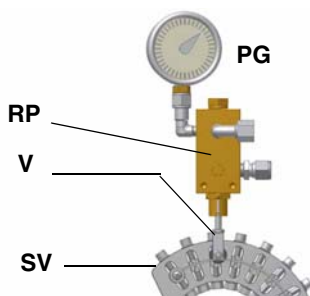

Рис. 16
Расход дизельного топлива регулируется, благодаря выбору форсунки (противопоточного типа) соответствующей типу котла/ применения размера, а также регулировке давления на прямом и обратном ходе топлива, согласно значений, описанных далее. Расход в режиме большого пламени - это расход выбранной форсунки при закрытом обратном ходе топлива. Расход в топке зависит от заданного, с помощью винта V регулятора, давления на обратном ходе (см. Рис. 16).
- 10 для получения максимального расхода дизельного топлива регулировать давление (считывая значения на манометре PG), все время проверяя параметры продуктов сгорания, воздействовать на винт варьируемого сектора **SV** (см. Рис. 16) по достижении положения большого пламени.